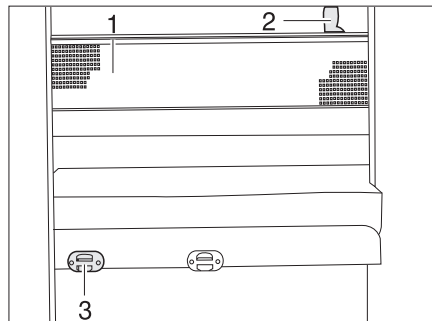

Bild 179 Sicherungsnetz
- Die Aufstiegsleiter mit den Holmen in die Halterung (Bild 179,3) an der Blende einhängen.
Das Sicherungsnetz (Bild 179,1) ist serienmäßig zwischen Matratze und Lattenrost verstaut. Das Sicherungsnetz erst aufspannen, wenn sich die Person bereits im Bett befindet.
- Die Haltebänder (Bild 179,2) in die Halterungen an der Decke einrasten.